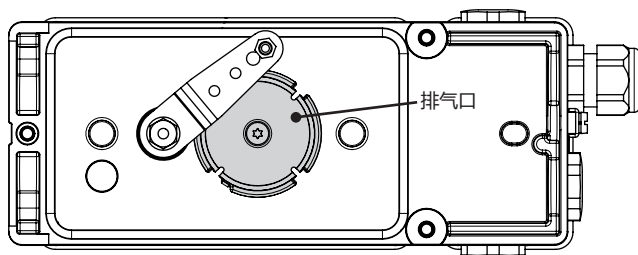

图 5-2: 排气口 (定位器背部)
- 现场安装设备时，请勿密封或限制排气口（请参见 图 5-2）。